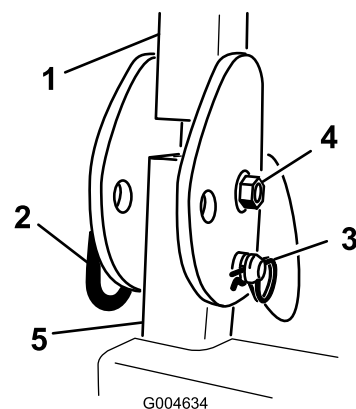

Figura 92
3. Retire el perno, la tuerca, la chaveta y el pasador que sujetan cada conjunto del ROPS a los postes del ROPS (Figura 92). Retire el conjunto del ROPS.